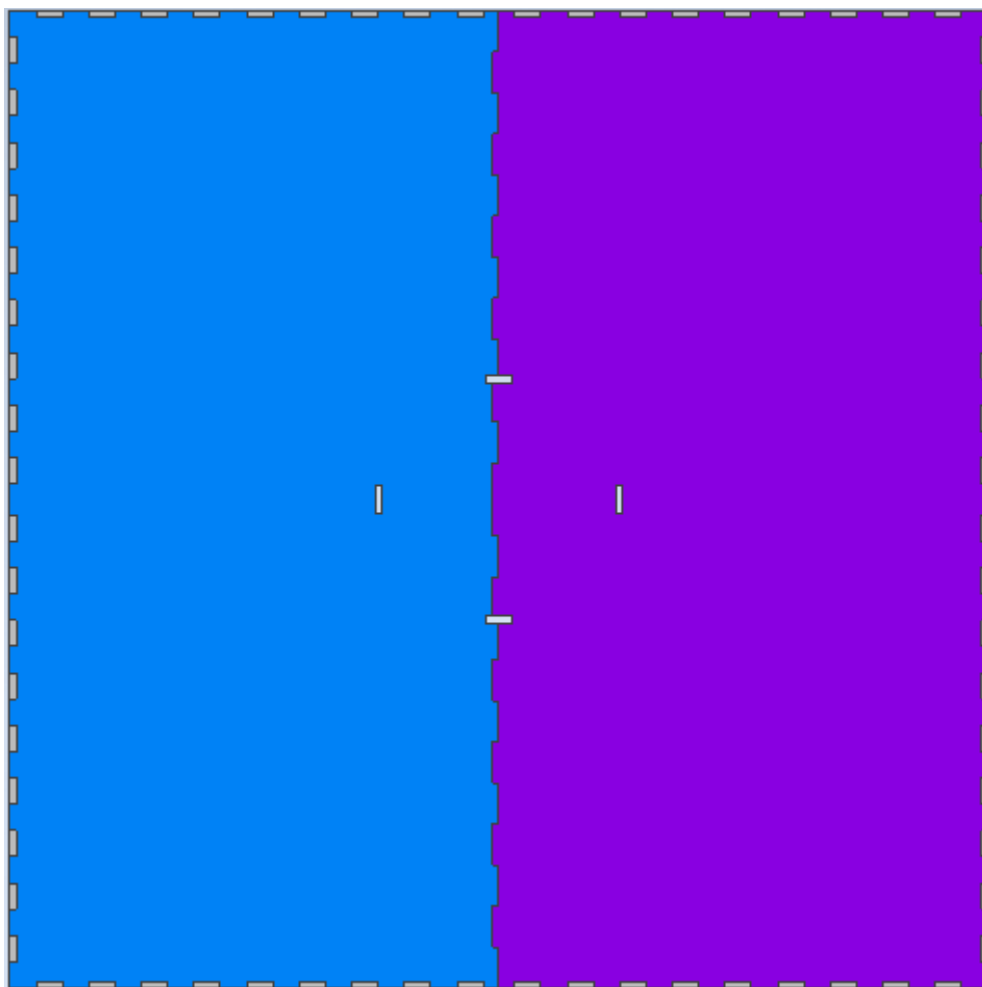

Рис. 1
1. Соединить детали Дно(1) и Дно(2) (см. рис. 1). *При возникновении трудностей из-за кривизны фанеры, придавить с силой на выпирающие части до момента соединения деталей.*